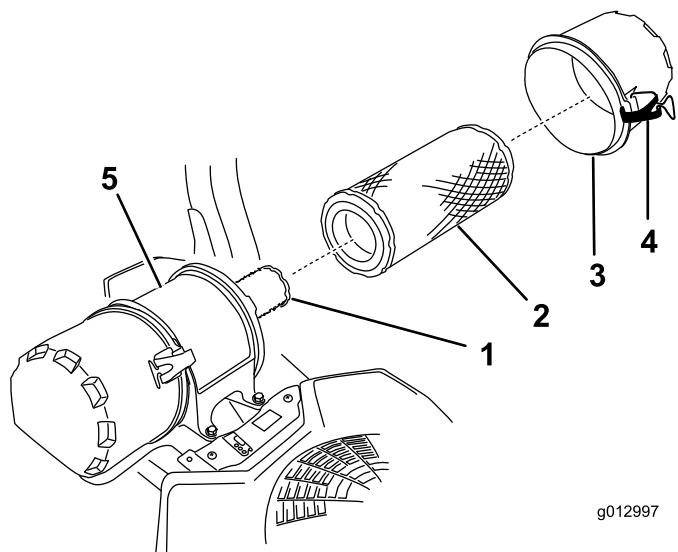

Figura 46
6. Abra los cierres del limpiador de aire y tire de la tapa de la entrada de aire para separarla del cuerpo del limpiador de aire (Figura 46).
8. Extraiga con cuidado el filtro primario de la carcasa del limpiador de aire (Figura 46).
- Si va a cambiar el filtro interno, deslícelo cuidadosamente en el cuerpo del filtro (Figura 46).
- Deslice cuidadosamente el filtro primario por encima del filtro de seguridad (Figura 46).
- Instale la tapa del limpiador de aire y fije los cierres (Figura 46).